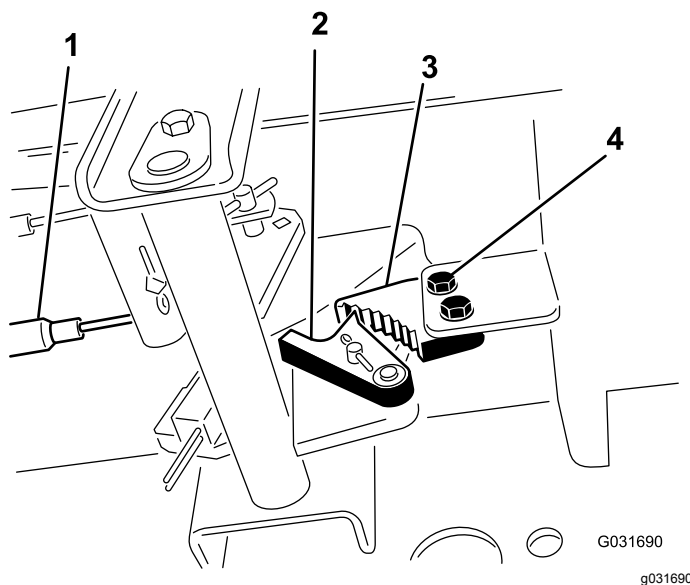

Figure 74
1. Desserrez les 2 vis qui fixent le cliquet du frein de stationnement au cadre (Figure 74).
2. Appuyez sur l'avant de la pédale du frein de stationnement jusqu'à ce que le verrou s'engage complètement sur le cliquet du frein (Figure 74).